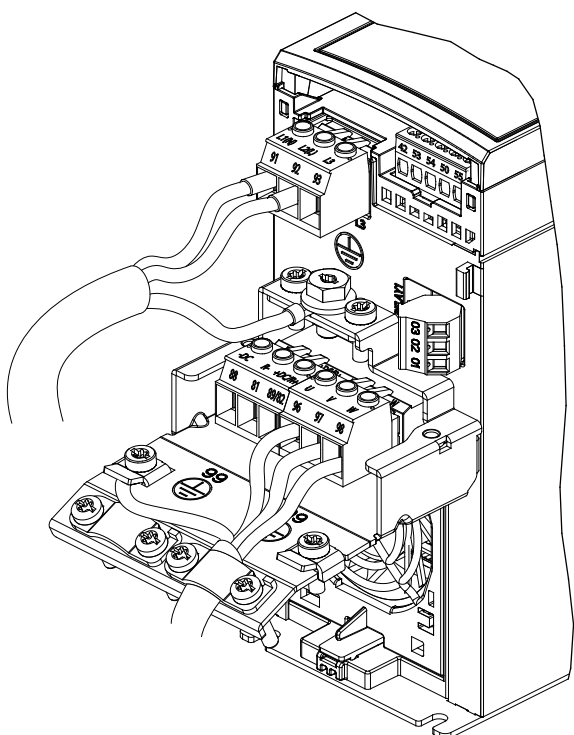
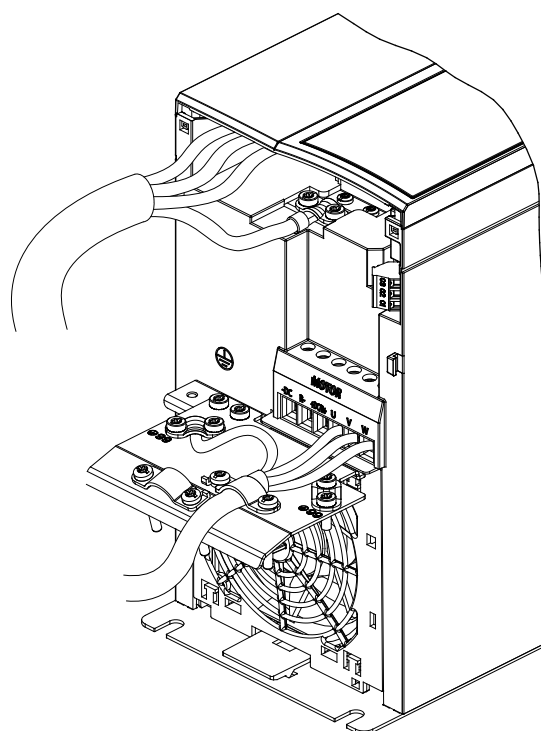
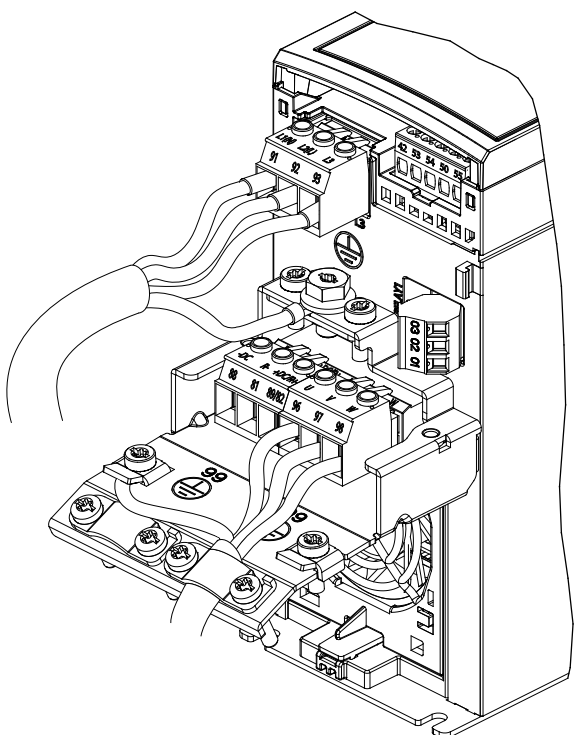

Abbildung 2.5 Netz-, Motor- und Erdanschluss für 1-phasige Einheiten (K1, K2)
Abbildung 2.7 Netz-, Motor- und Erdanschluss für 3-phasige Einheiten (K4, K5)
Abbildung 2.6 Netz-, Motor- und Erdanschluss für 3-phasige Einheiten (K1, K2, K3)
Die Netz-, Motor- und Erdanschlüsse für 1-phasige und 3-phasige Frequenzumrichter sind jeweils in *Abbildung 2.5*, *Abbildung 2.6* und *Abbildung 2.7* aufgeführt. Die jeweiligen Konfigurationen ändern sich je nach Gerätetypen und optionaler Ausrüstung.
1. Schließen Sie die Netzkabel an die Klemmen N und L für 1-phasige Einheiten (siehe *Abbildung 2.5*) oder an die Klemmen L1, L2 und L3 für 3-phasige Einheiten (siehe *Abbildung 2.6* und *Abbildung 2.7*) an.